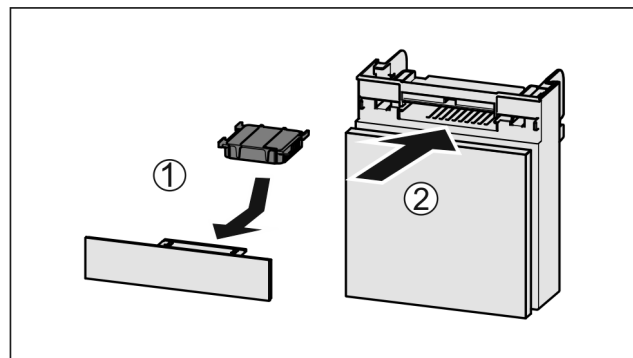

Fig. 255
- Εισάγετε το φίλτρο ενεργού άνθρακα όπως δείχνει η εικόνα Fig. 255 (1).
- Σπρώξτε μέσα το διαμέρισμα Fig. 255 (2).